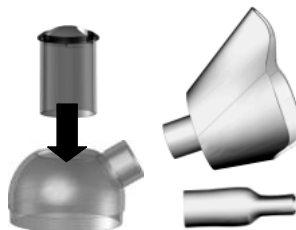

Bild 3
- Drücken Sie den Kamin in die Verneblerhaube (**8**), bis dieser hörbar einrastet. Verwenden Sie für die kalte oder warme Tiefen-Inhalation - zur Behandlung der tieferen Atemwege - den Kamin mit dem weißen Regulator (**6**). Für die Feucht-Warm-Inhalation - zur Behandlung der oberen Atemwege - verwenden Sie den Kamin mit dem schwarzen Regulator (**7**). *Bild 3*